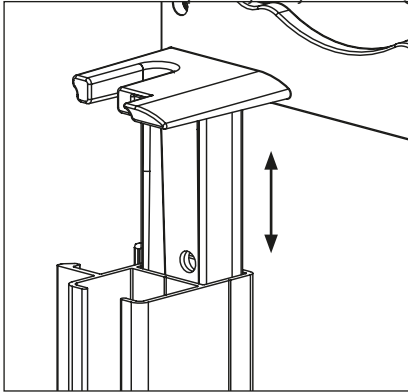

Fig. 18: Pinmontage
- Aan de bovenzijde van de geleiders schuiven de pinnen van de consoles in (zie fig. 18).